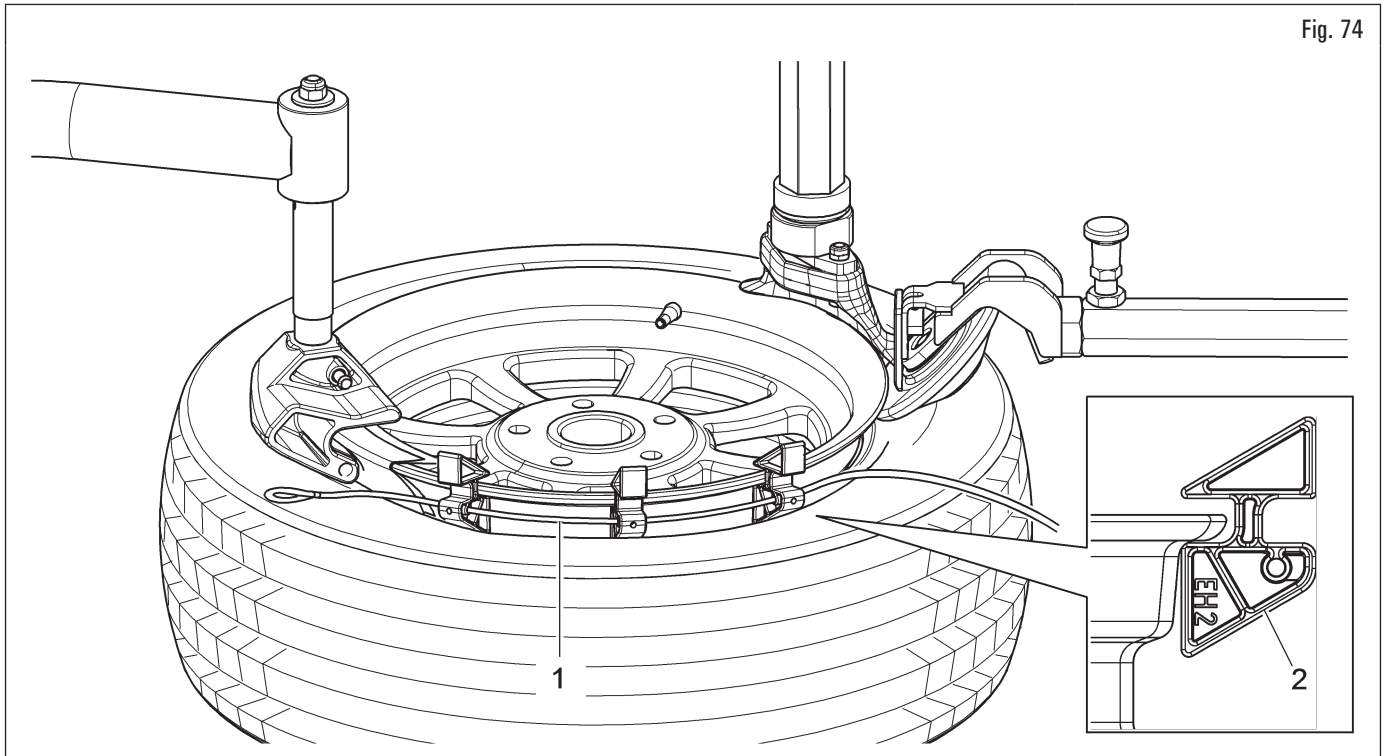

Fig. 74
12. girar lentamente el mandril en el sentido de las agujas del reloj e introducir las 3 cuñas del alargue presionatalón (Fig. 74 ref. 1) en el borde de la llanta, entre el rodillo inclinado y el útil cuña, a una distancia regular, con el lado marcado "EH2" (Fig. 74 ref. 2) hacia abajo;